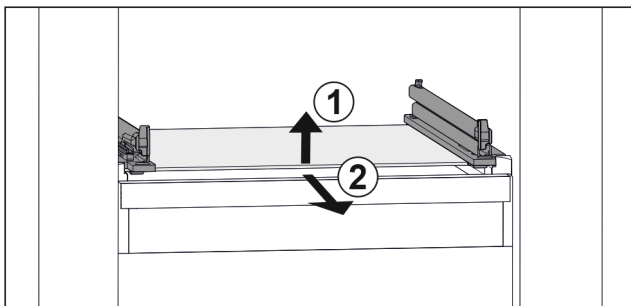

Fig. 37 Beispielhafte Darstellung der Glasplatte
- ▶ Glasplatte vorne anheben. Fig. 37 (1)
- ▶ Glasplatte nach vorne entnehmen. Fig. 37 (2)